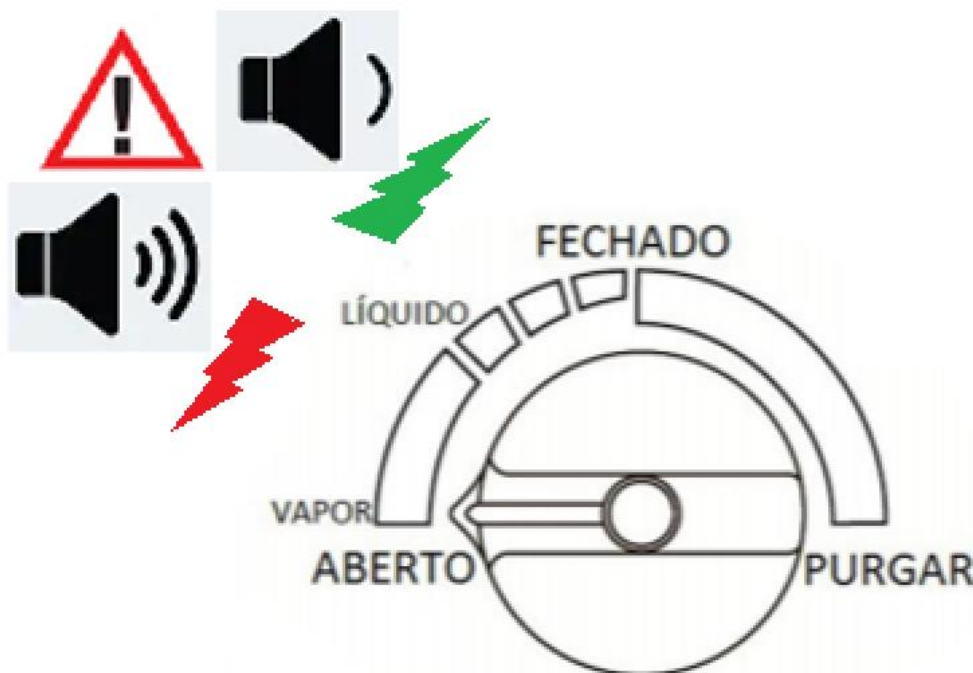

Figura 3
* **Nota:** Neste momento, após ligar a recolhedora, a única válvula que se encontrará fechada é a válvula (IN) que deve ser aberta de forma gradativa da posição fechada (CLOSE) até a abertura total (OPEN) indicando o recolhimento gás na fase de líquida e posteriormente do vapor. Nesta fase inicial do recolhimento, geralmente o fluido refrigerante se encontra no estado líquido. Diante disso observe o som de funcionamento e a qualquer sinal de “batida”, interrompa imediatamente o recolhimento retornando a válvula (IN) à posição fechada (CLOSE). O aumento repentino do som ou sinal de “batida”, indica que o fluido refrigerante pode estar entrando na fase líquida na câmara de compressão, observar a Figura 3. A válvula (IN) têm a função de restringir a passagem do fluido, e tal restrição concomitante com a sucção provocada pela câmara de bombeamento faz com que o gás se vaporize, caso ainda esteja na forma líquida entrando somente na forma gasosa na câmara de compressão.